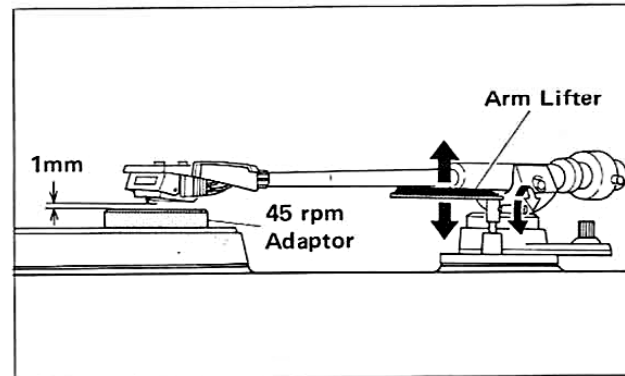

Fig. 6
7. Adjust the tone arm (if necessary) so that the stylus is 5 mm higher than the surface of a record placed on the turntable mat. The tone arm rest screw should be turned left or right to make this adjustment. This adjustment can easily be made by turning the arm rest screw so that the stylus is 1 mm above the 45 rpm adaptor placed on the turntable mat as shown in fig. 6.
7. (Falls nötig) den Tonarm so einstellen, daß die Nadel 5 mm über der Oberfläche einer auf der Gummimatte liegenden Platte ist. Um diese Einstellung vorzunehmen, sollte die Tonarmhalterungsschraube im bzw. gegen den Uhrzeigersinn gedreht werden. Die Einstellung läßt sich leicht erreichen durch Drehen der Tonarmhalterungsschraube, so daß die Nadel 1 mm über dem auf die Gummimatte aufgesetzten Zwischenstück liegt (s. fig. 6).
7. Ajuster le bras acoustique (si nécessaire) de façon que la pointe de lecture soit à 5 mm plus haut que la surface d'un disque placé sur le tapis de plateau tourne-disque. La vis de repos du bras acoustique doit être tournée à gauche ou à droite pour faire ce réglage. Ce réglage peut être fait aisément en tournant la vis de repos du bras acoustique de façon que la pointe de lecture soit à 1 mm au-dessus de l'adaptateur de 45 t/mn placé sur le tapis de plateau tourne-disque comme il est montré à la fig. 6.
7. Regolare il braccetto (se necessario) in modo tale che la puntina sia 5mm al di sopra della superficie del disco posto sopra il materassino del piatto. La vite d'arresto del braccetto deve essere ruotata verso destra o sinistra per la regolazione. Questa regolazione può essere facilmente effettuata ruotando la vite d'arresto del braccetto in modo che la puntina si trovi 1mm al di sopra dell'adattatore per i 45 giri poggiato sul piatto del giradischi come mostrato nella fig. 6.